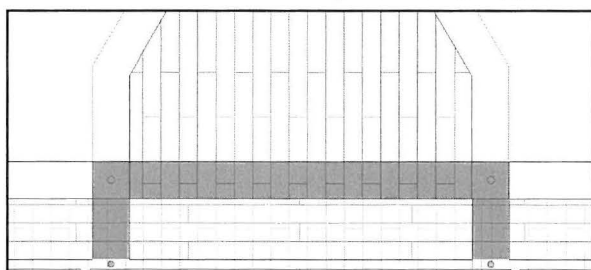

Fig. 09.111. Optegn kvistvægge som her.
- Optegn væggene på 1. sal som på Fig. 09.111. *Top Constraint* på væggene er i dette tilfælde ikke vigtige, de kan stå til *Unconnected* eller til 1. sal loft. Uanset hvad bestemmer vi den endelige højde senere.